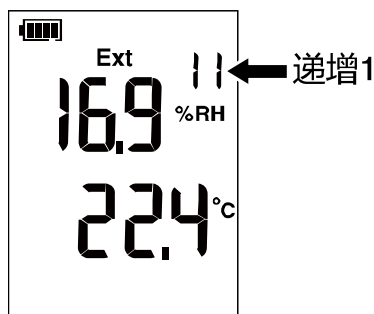

图 7. 保存测量数据
2. 观察到储存位置编号递增 1 后，松开保存键 。如下图 7 所示。